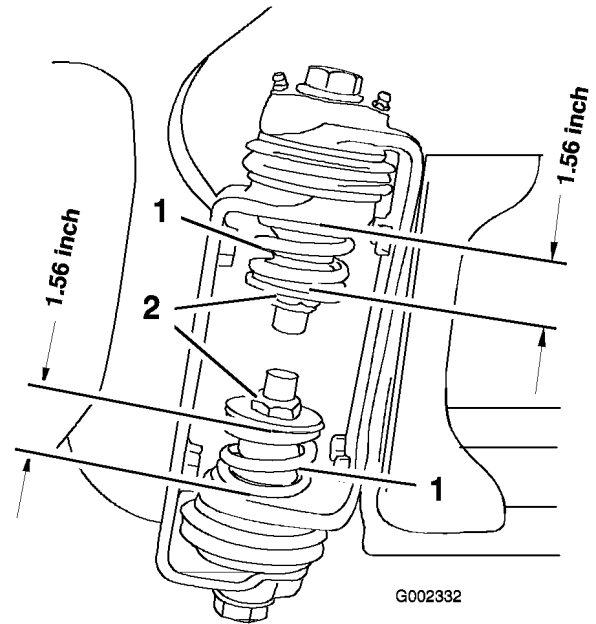

Figura 8
3. Mentre i bracci sono completamente prolungati, misurate la compressione delle molle superiori e inferiori alle cerniere dei bracci (Figura 8).